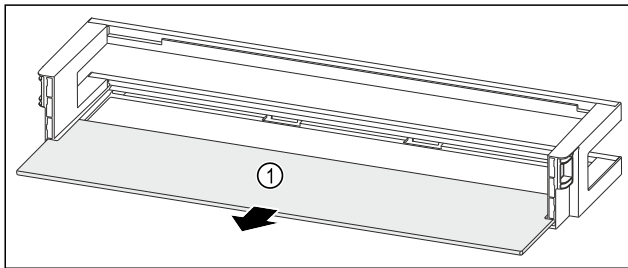

Fig. 89 Raft montat pe ușă cu raft
- ▶ Extrageți raftul Fig. 89 (1).